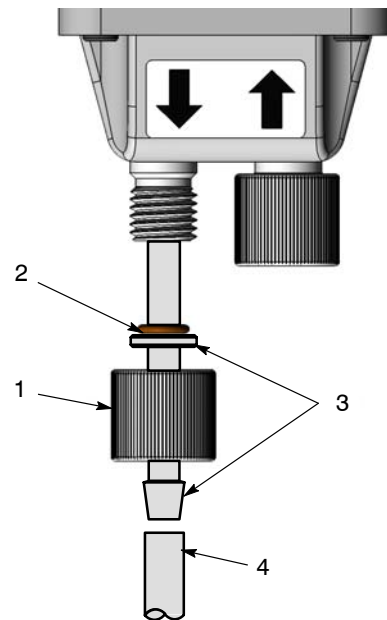

Bild 5 Anslutning av flexibel slang till pumpen
1. Se bild 5. Tag av den bakre (utgång) klämmuttern (1) och O-ringen (2) från pumpen.
2. Sätt på O-ringen (3) på slangadaptorn (3), så att den ligger mot adaptorns fläns.
5. Skjut på den flexibla pulverslangen (4) på den hullingsförsedda adaptorns ände.